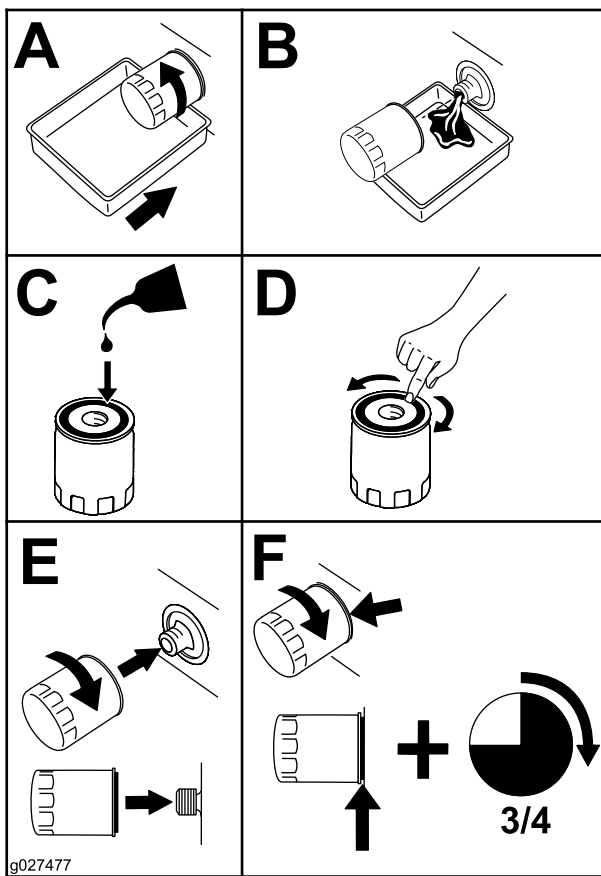

Figure 26
4. Remplacez le filtre à huile moteur comme montré à la Figure 26.